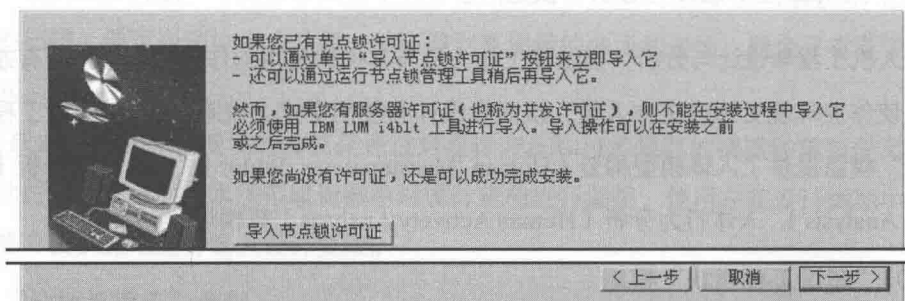

图 1.2.1 导入节点文件
**步骤 03** 系统弹出图 1.2.1 所示的对话框, 在该对话框中单击 **下一步 >** 按钮。